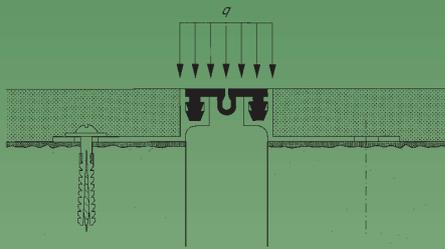

Abb. 3
- vibrationsfreie Auflagerung des Profils auf dem Unterboden, ggf. vollflächige Unterfütterung mit Kunststoffmörtel, $\delta_D \geq 5,5 \text{ N/mm}^2$, Distanzstücke aus Metall oder anderen geeigneten Maßnahmen [Abb. 3]